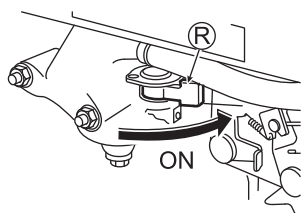

Abb. 10
- 2 Stellen Sie den Kraftstoffhahn (R) auf "ON" (EIN). (Siehe Abb. 10)